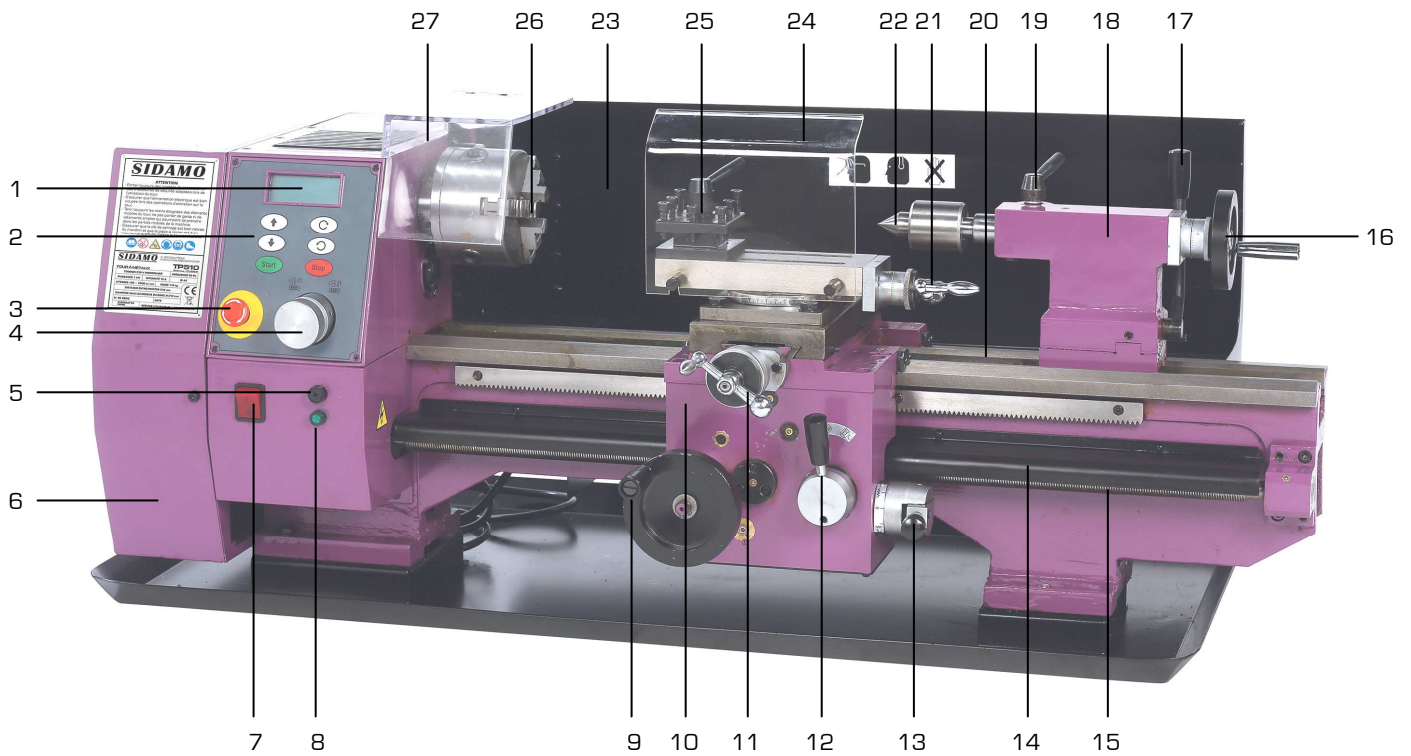

Figure 1
1. Retirer le porte-outils (7 fig.1).
2. Dévisser et retirer l'axe de porte-outils du chariot (A).
3. Monter l'étau avec des « T » de fixation d'étau dans les rainures (B).